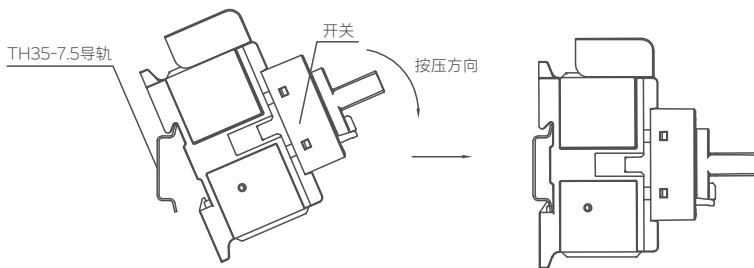

图 12 NF1-32 (40) /3.0.0.0、NF1-32 (40) /3.2.0.0 安装示意图
7.2.1.2 导轨安装（见图 12）：确认开关处于断开状态→导轨固定在柜内→按图所示安装开关